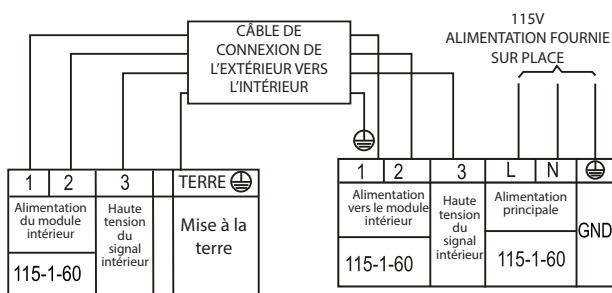

Fig. 23 – Diagramme de connexion - capacité 12K (115V)
2. Effectuez tous les raccordements entre le module intérieur et l'appareil extérieur conformément à la figures 23 - 25. Les connexions sont sensibles à la polarité et pourraient générer un code d'anomalie.